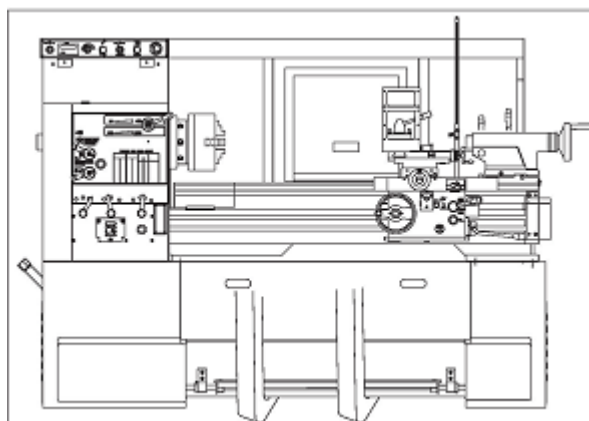

Рис. 12. Перемещение станка с помощью вилочного погрузчика.
7. **Перемещение станка с помощью вилочного погрузчика (Рис.12).**